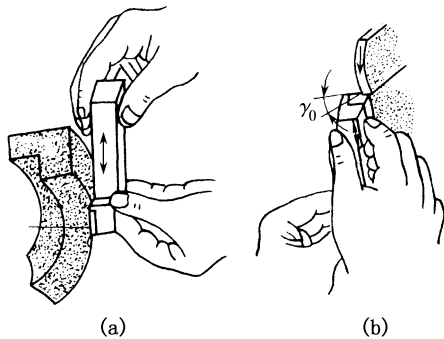

图 2-17 刃磨断屑槽的方法
(6) 磨断屑槽。手工刃磨断屑槽一般为圆弧形。刃磨前, 应先将砂轮圆柱面与端面的交点处用金刚石笔或硬砂条修成相应的圆弧。刃磨时, 刀尖可以向下或向上磨。如图 2-17 所示, 但选择刃磨断屑槽部位时, 应考虑留出刀头倒棱的宽度, 刃磨的起点位置应该与刀尖、主切削刃离开一定距离, 防止主切削刃和刀尖被磨塌。